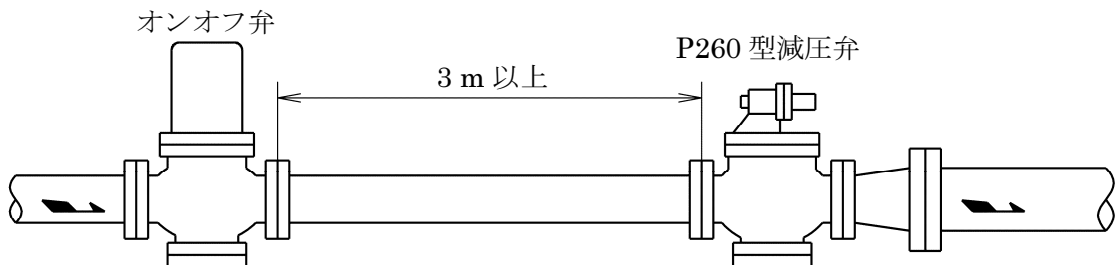

図3 一次側にオンオフ弁がある場合
3.4 減圧弁の一次側又は二次側にオンオフ弁を取り付ける場合、減圧弁とオンオフ弁の距離をできるだけ長く(3m以上)とってください。なお、オンオフ弁は減圧弁の一次側に取り付けるようお勧めします(図3)。